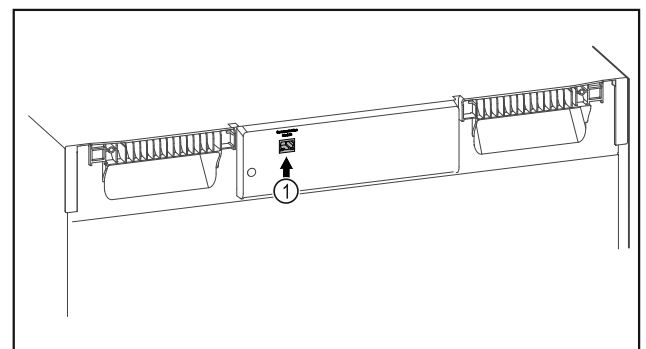

Fig. 107
- El SmartModule Fig. 107 (1) está colocado.